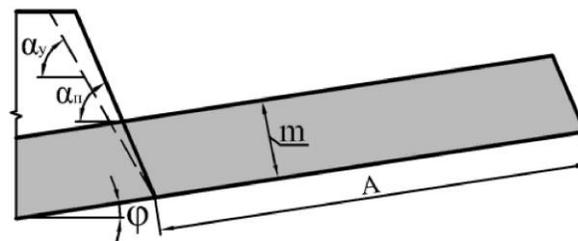

Рис. 7.1 – Параметры заходки по угольному пласту:
**Цель работы.** Изучить технологию разработки пологого пласта прямой механической или гидравлической карьерной лопатой (рис. 7.1).